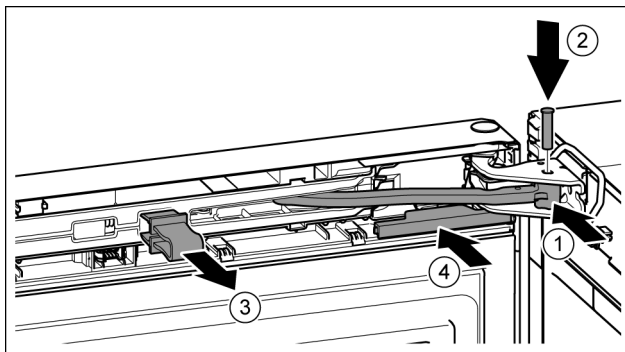

Fig. 22
- ▶ Gelenk in Lagerbock drehen. Fig. 22 (1)
- ▶ Bolzen in Lagerbock und Gelenk einsetzen. Dabei darauf achten, dass der Rastnocken korrekt in der Nut sitzt. Fig. 22 (2)
- ▶ Sicherung abnehmen. Fig. 22 (3)
- ▶ Abdeckung aufschieben. Fig. 22 (4)